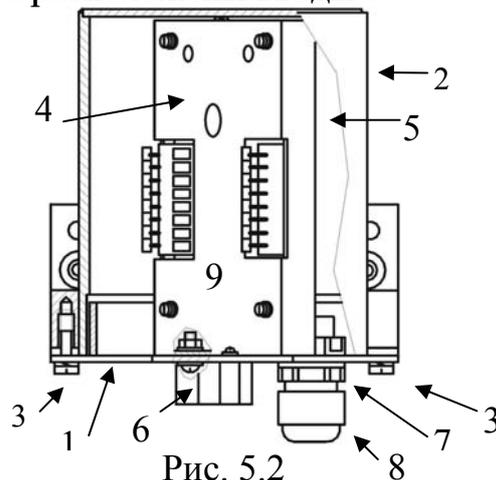

Рис. 5.2
5.4.2.1 Блоки (рис. 5.1) предназначены для ветвления кабелей линии связи и подключения двух смежных извещателей. Блоки выполнены в металлических корпусах 1 (рис. 5.2) со съемной крышкой 2. Крепление крышки осуществляется двумя невыпадающими винтами 3. В корпусе установлено шасси 4. На обратной стороне шасси закреплена печатная плата 5. Через окна в шасси обеспечен доступ к установленным на плате наборам зажимов «БПР..-1» и «БПР..-2» для подключения кабелей БПР..1, БПР..2, переключателю управления SA1 и светодиодным индикаторам «Инд1», «Инд2». С обратной